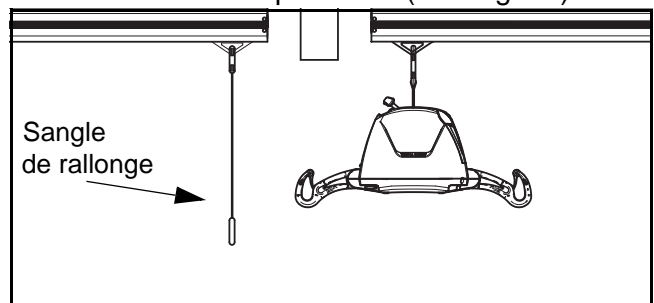

Fig. 18
- 1) Apporter l'appareil au bout du rail. Apporter l'autre chariot au bout du rail au point de transfert du lève-personne (voir Fig. 18).